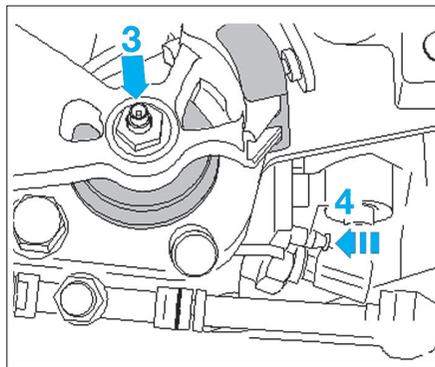

Fig. 37
- Enfoncer l'arbre de commande en (3) (Fig.37).
- En enfonçant l'arbre de commande, pousser le pivot d'arrêt (4) dans la boîte de vitesses (flèche) jusqu'à ce qu'il s'encliquette.